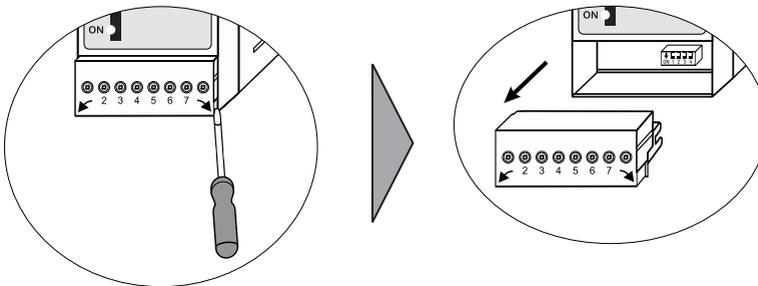

Fig. 8
2. Die untere Klemmleiste vorsichtig mit dem Schraubendreher lösen und abziehen, siehe **Fig. 8**.